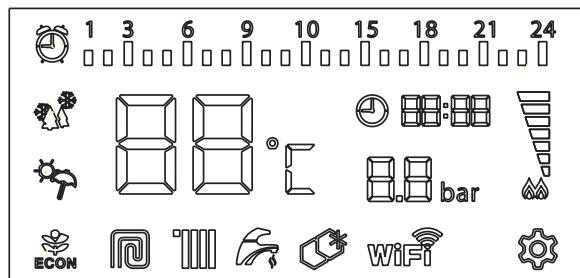

Рис. 6
3.11 Интерфейс жидкокристаллического дисплея (рис. 6 , табл. 4)